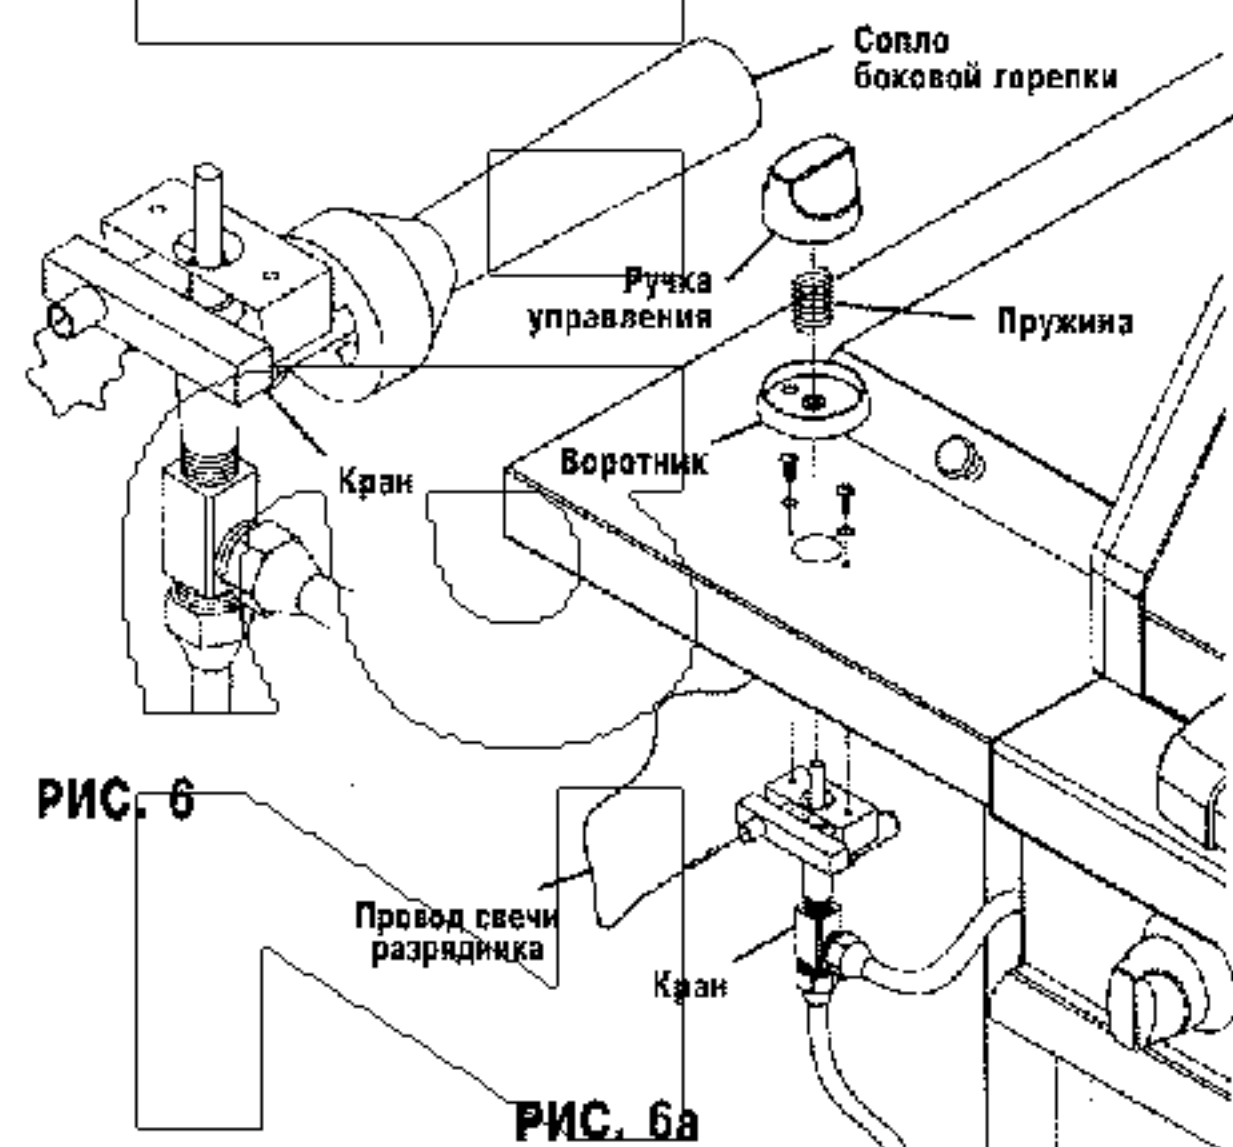

РИС. 6
15. Подсоедините провод свечи разрядника, идущий от горелки бокового столика, к разъёму на лицевой стороне газового крана (см. рис. 6а). Прикрепите кран к соплу боковой горелки, расположенной под левым боковым столиком. Правильное соединение показано на рис. 6. Прикрепите кран боковой горелки к левому боковому столику печи-гриль, используя два винта М4х10 с крестообразным шлицем и шайбы. Насадите воротник ручки, пружину и саму ручку на ось газового крана.
РИС. 6а